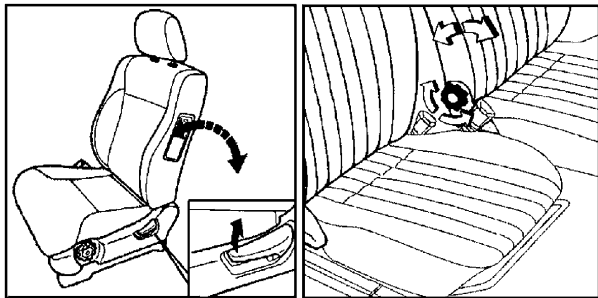

图 1-17
- 调整轿车椅背时,提起调整手柄或旋转调整旋钮,直到调至所需要的角度时放松手柄或停止旋转(图 1-17);